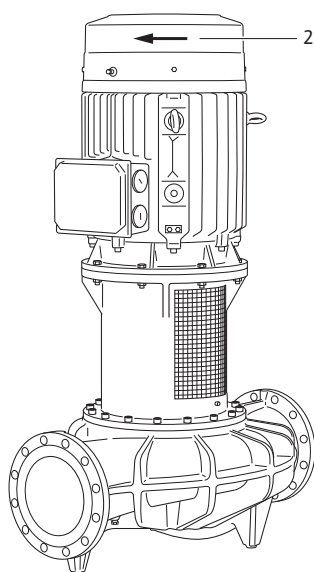

Fig. 47: Pyörimissuunnan tarkastaminen
- Lyhytaikaisella käynnistyksellä tarkastetaan, vastaako pyörimissuunta tuulettimen kotelossa olevaa nuolta (katso Fig. 47, kohta 2). Jos pyörimissuunta on väärä, menettele seuraavalla tavalla: